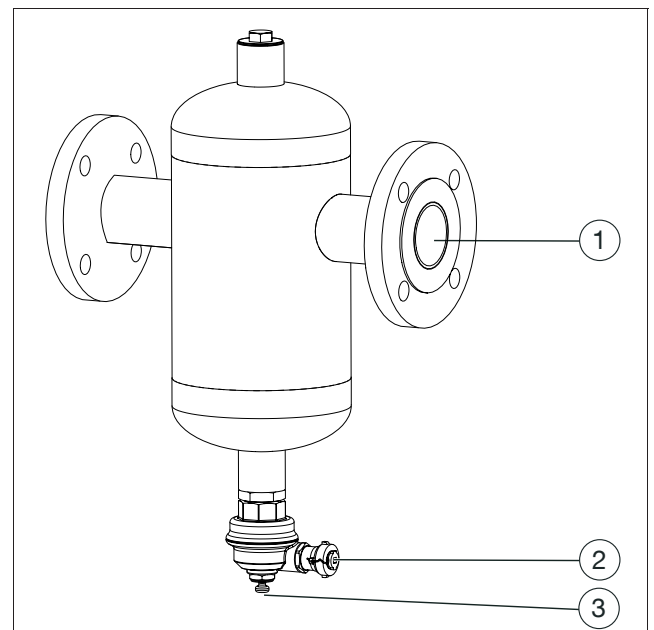

Abb. 2: Aufbau
- Die Ösen am Schlammabscheider dienen nur als Montagehilfe beim Anheben (siehe Abb. 2 und Abb. 7).